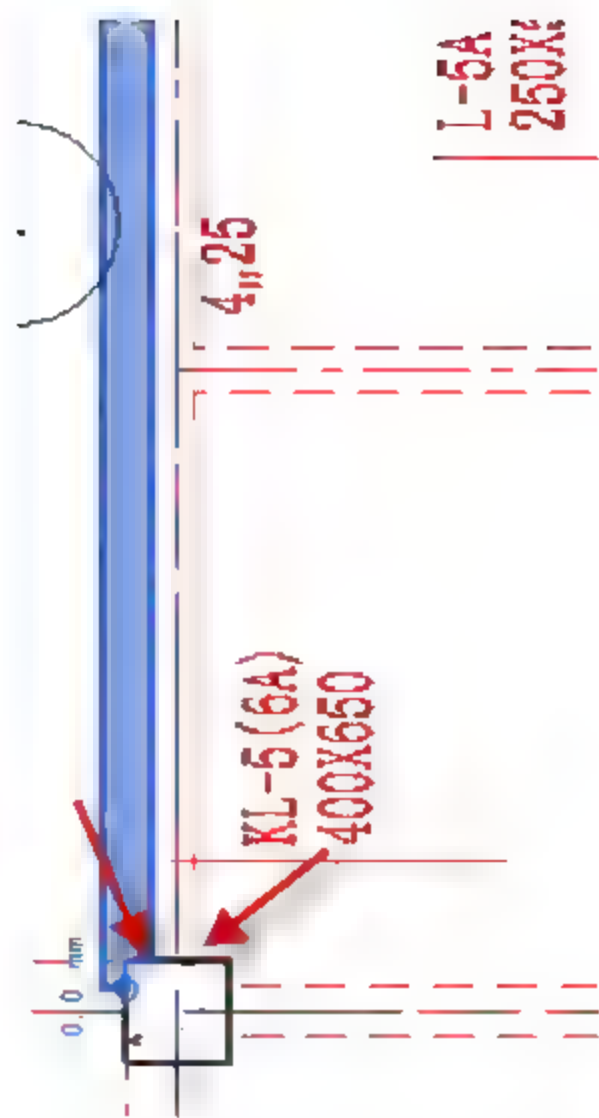

图 4.2.41 调整知形梁的位置
(16) 调整矩形梁 KL-5 的位置，选中矩形梁 KL-5，按快捷键 M+V，移动矩形梁的位置，使其与梁线对齐，如图 4.2.41 所示。